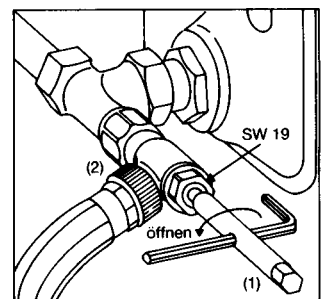

Bild 6
- 3.4 Навернуть инструмент для заполнения и опорожнения (2) на штуцер „Combi 4/3” и на отводе закрепить шланг диаметром $\frac{1}{2}$ ” (рис. 6).
- 3.5 Воздушный кран на отопительном приборе следует открыть. Шестигранный ключ NN № 10 (1) надеть на инструмент для заполнения и опорожнения (2) и поворачивая влево, опорожнить отопительный прибор (рис. 6).